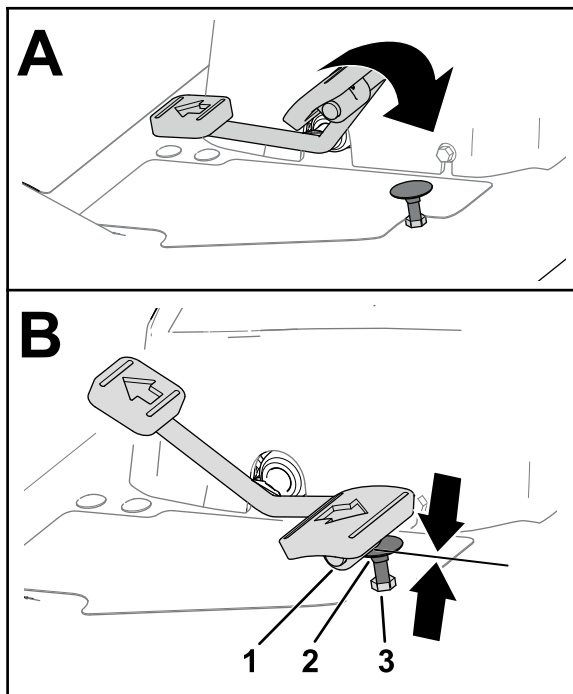
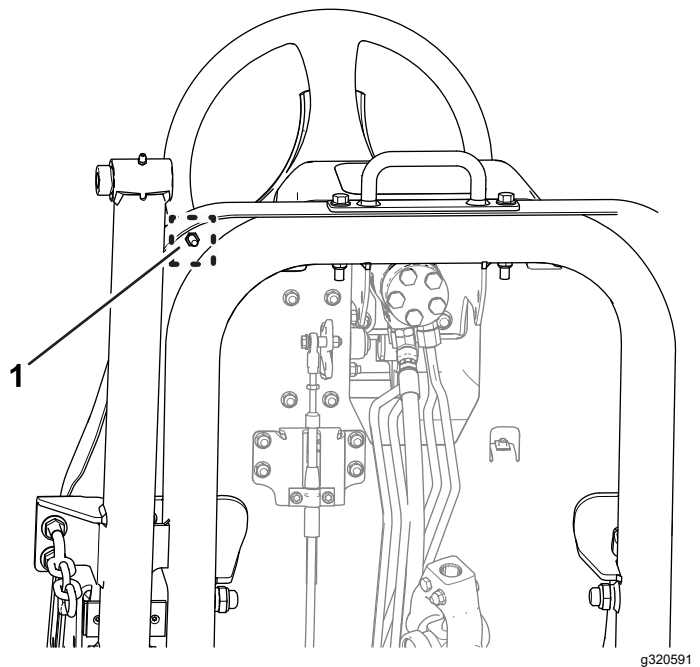

Figura 81
Figura 82
1. Deplasați maneta de tracțiune complet în față (Figura 81).
- A. Susțineți opritorul pedalei de tracțiune (Figura 81) cu o cheie.
- B. Slăbiți contrapiulița de la partea inferioară a plăcii suportului pentru picioare (Figura 82).
- C. Deplasați pedala de tracțiune în poziția complet în față (Figura 81).
- D. În timp ce susțineți opritorul pedalei de tracțiune, reglați contrapiulița care se află deasupra plăcii suportului pentru picioare (Figura 81) până când pedala de tracțiune intră în contact cu opritorul.
- F. În timp ce susțineți opritorul pedalei de tracțiune, strângeți contrapiulița de la partea inferioară a plăcii suportului pentru picioare (Figura 81 și Figura 82) la un cuplu de 37 - 45 N·m.